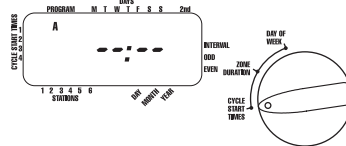

FIGURA 4: Display a cristalli liquidi con l'orario d'inizio
- Il modo in cui si imposta il ciclo dell'orario di inizio è lo stesso per entrambi i programmi. Portare il disco combinatorio sulla posizione **CYCLE START TIMES** (orari dell'inizio del ciclo) nel programma che si vuole impostare. Il display visualizzerà una A o una B a seconda del programma che si è selezionato. Il display visualizzerà — : — e un cursore lampeggiante nella posizione **CYCLE START TIMES 1** [vedere figura 4].